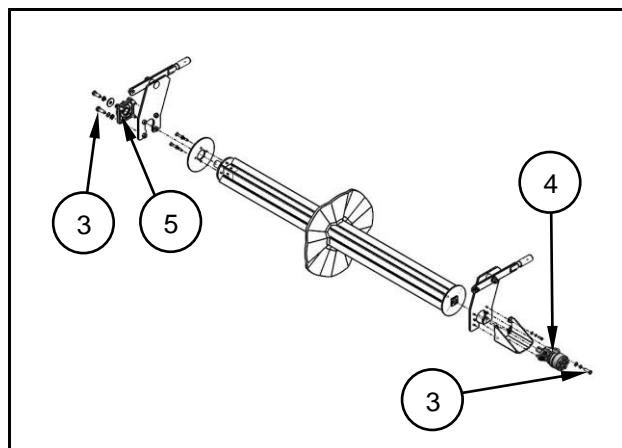

Fig. 6.3
- Desserrer et enlever les vis de fixation (3) du moteur hydraulique (4) et du palier (5) (fig. 6.3).